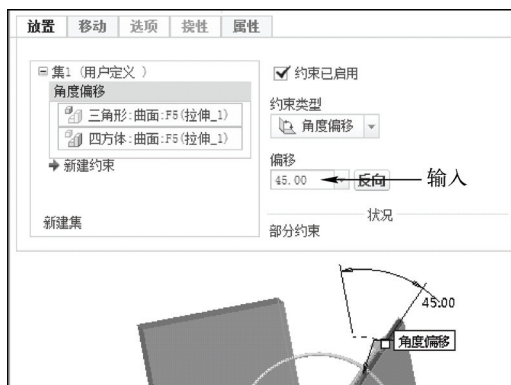

图 11-33 输入参数
STEP 03 在三角形和四方体的合适面上单击鼠标左键, 确认装配参考和元件参考, 在“偏移”下方的文本框中输入“45.00”, 按〈Enter〉键确认, 如图 11-33 所示。